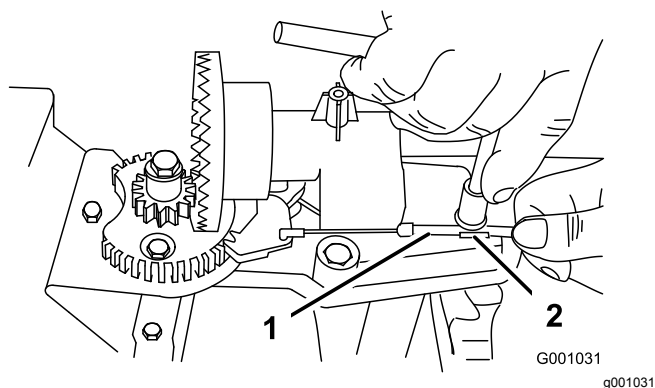
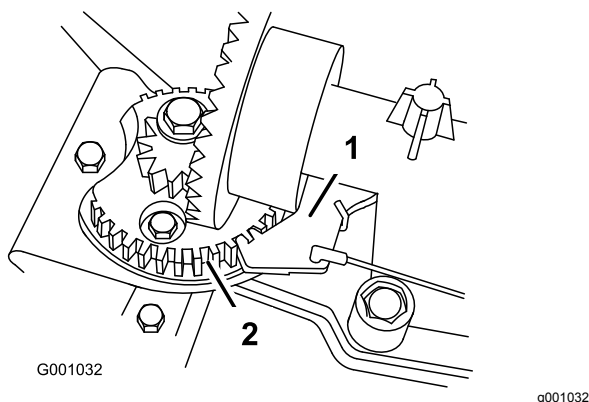

Figure 52
Figure 53
- Desserrez le boulon du serre-câble (Figure 52).
3. Saisissez la gaine du câble et déplacez-la vers l'avant de la machine jusqu'à ce que le cliquet de verrouillage de la goulotte d'éjection s'engage complètement dans les dents du secteur (Figure 52 et Figure 53).
Remarque: Le cliquet est rappelé par ressort et s'engage naturellement dans les dents du secteur (Figure 53).